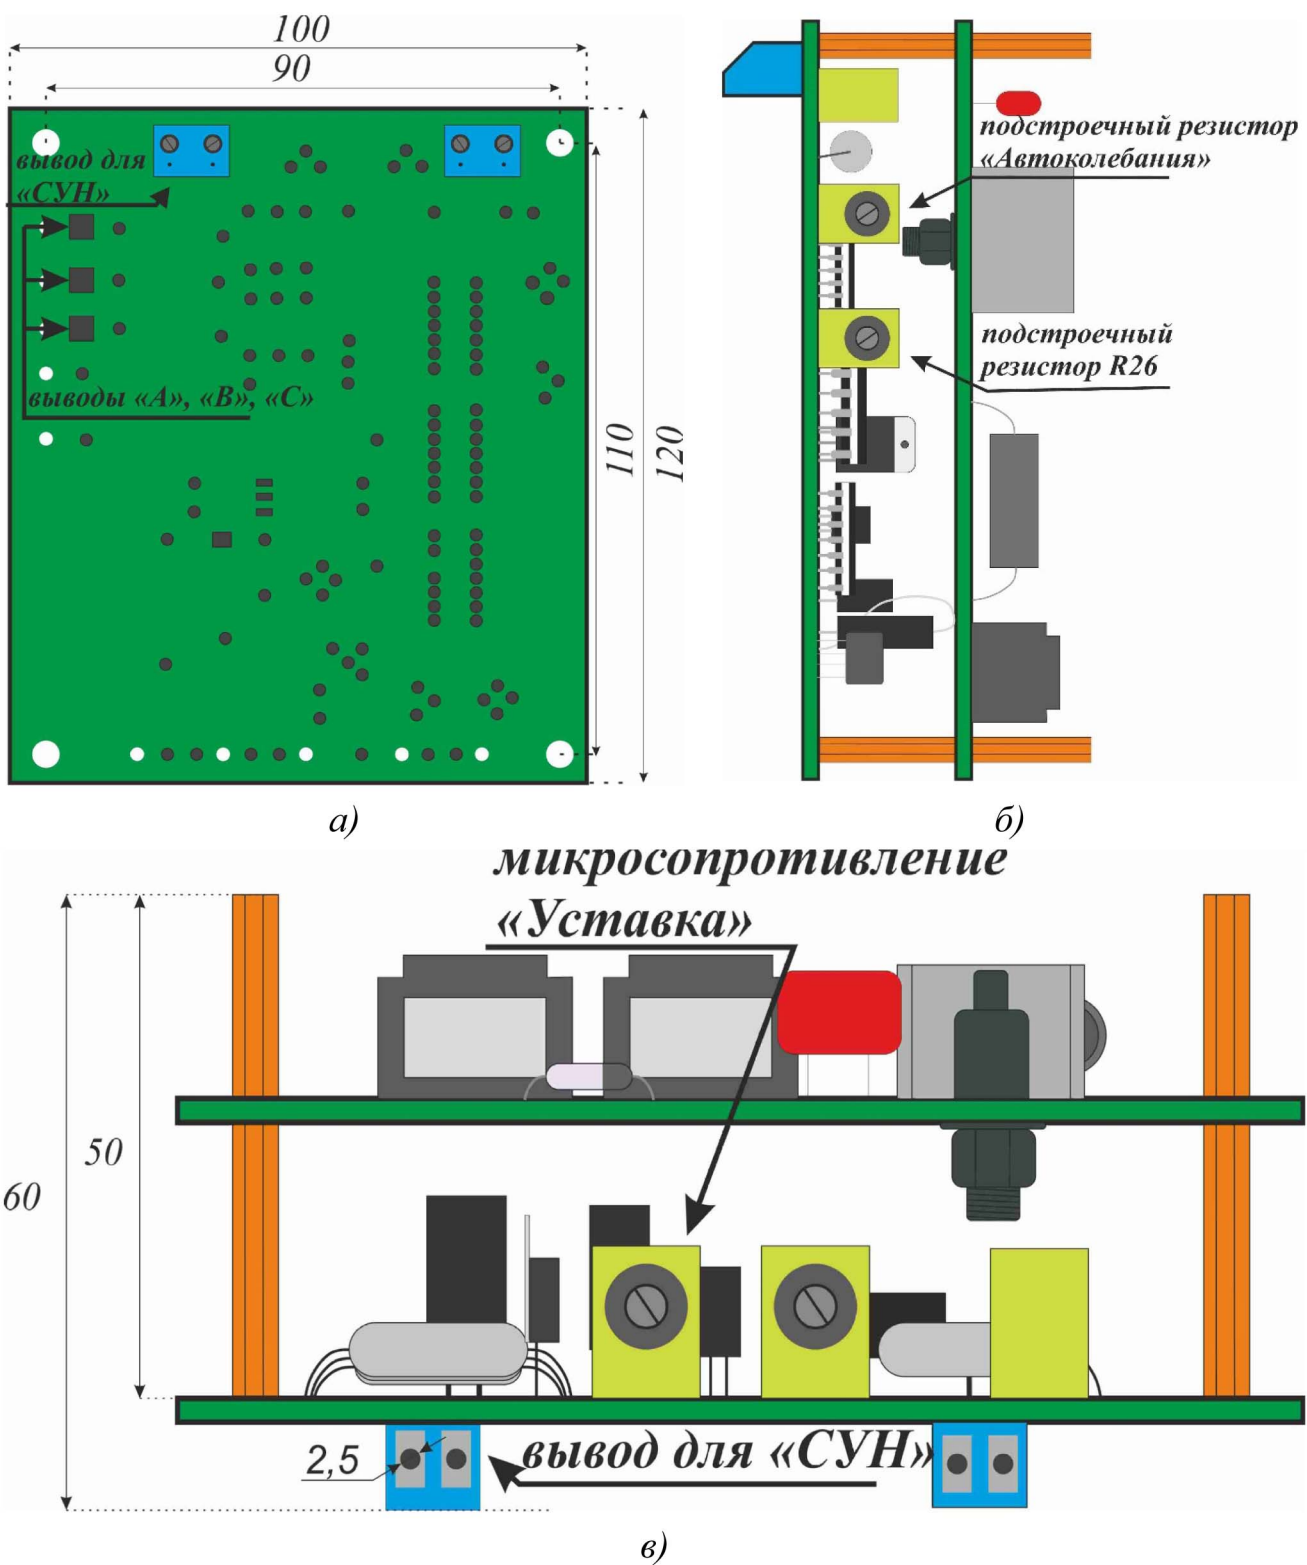

Рис. 2 Структурная схема и основные органы управления изделия:
Основные органы управления настройкой расположены на правой и верхней стороне изделия (см. Рис. 2). Ниже приведены описание и краткая характеристика каждого органа с учетом принятых обозначений:
- грубо выполняется при помощи выносного сопротивления «СУН», которое подсоединяется к изделию при помощи клеммы (см. Рис. 2) и крепится на щите управления генератором; (требуемое значение сопротивления «СУН» должно составлять не менее 4.7 кОм)
- тонко – при помощи микросопротивления «Уставка», расположенным на верхней боковой стороне изделия (см. Рис. 2).
- 4) *УСТАНОВИТЬ «ПОДСТРОЕЧНЫЙ РЕЗИСТОР R26» (СМ. РИС. 2) В СРЕДНЕЕ ПОЛОЖЕНИЕ;*